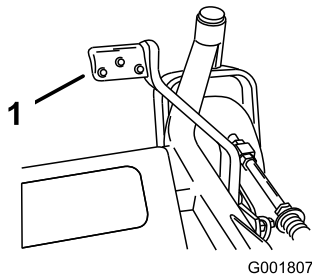

Figura 24
2. Presione la palanca de elevación asistida mientras tira hacia arriba de la palanca de ajuste de la altura de corte (Figura 24).